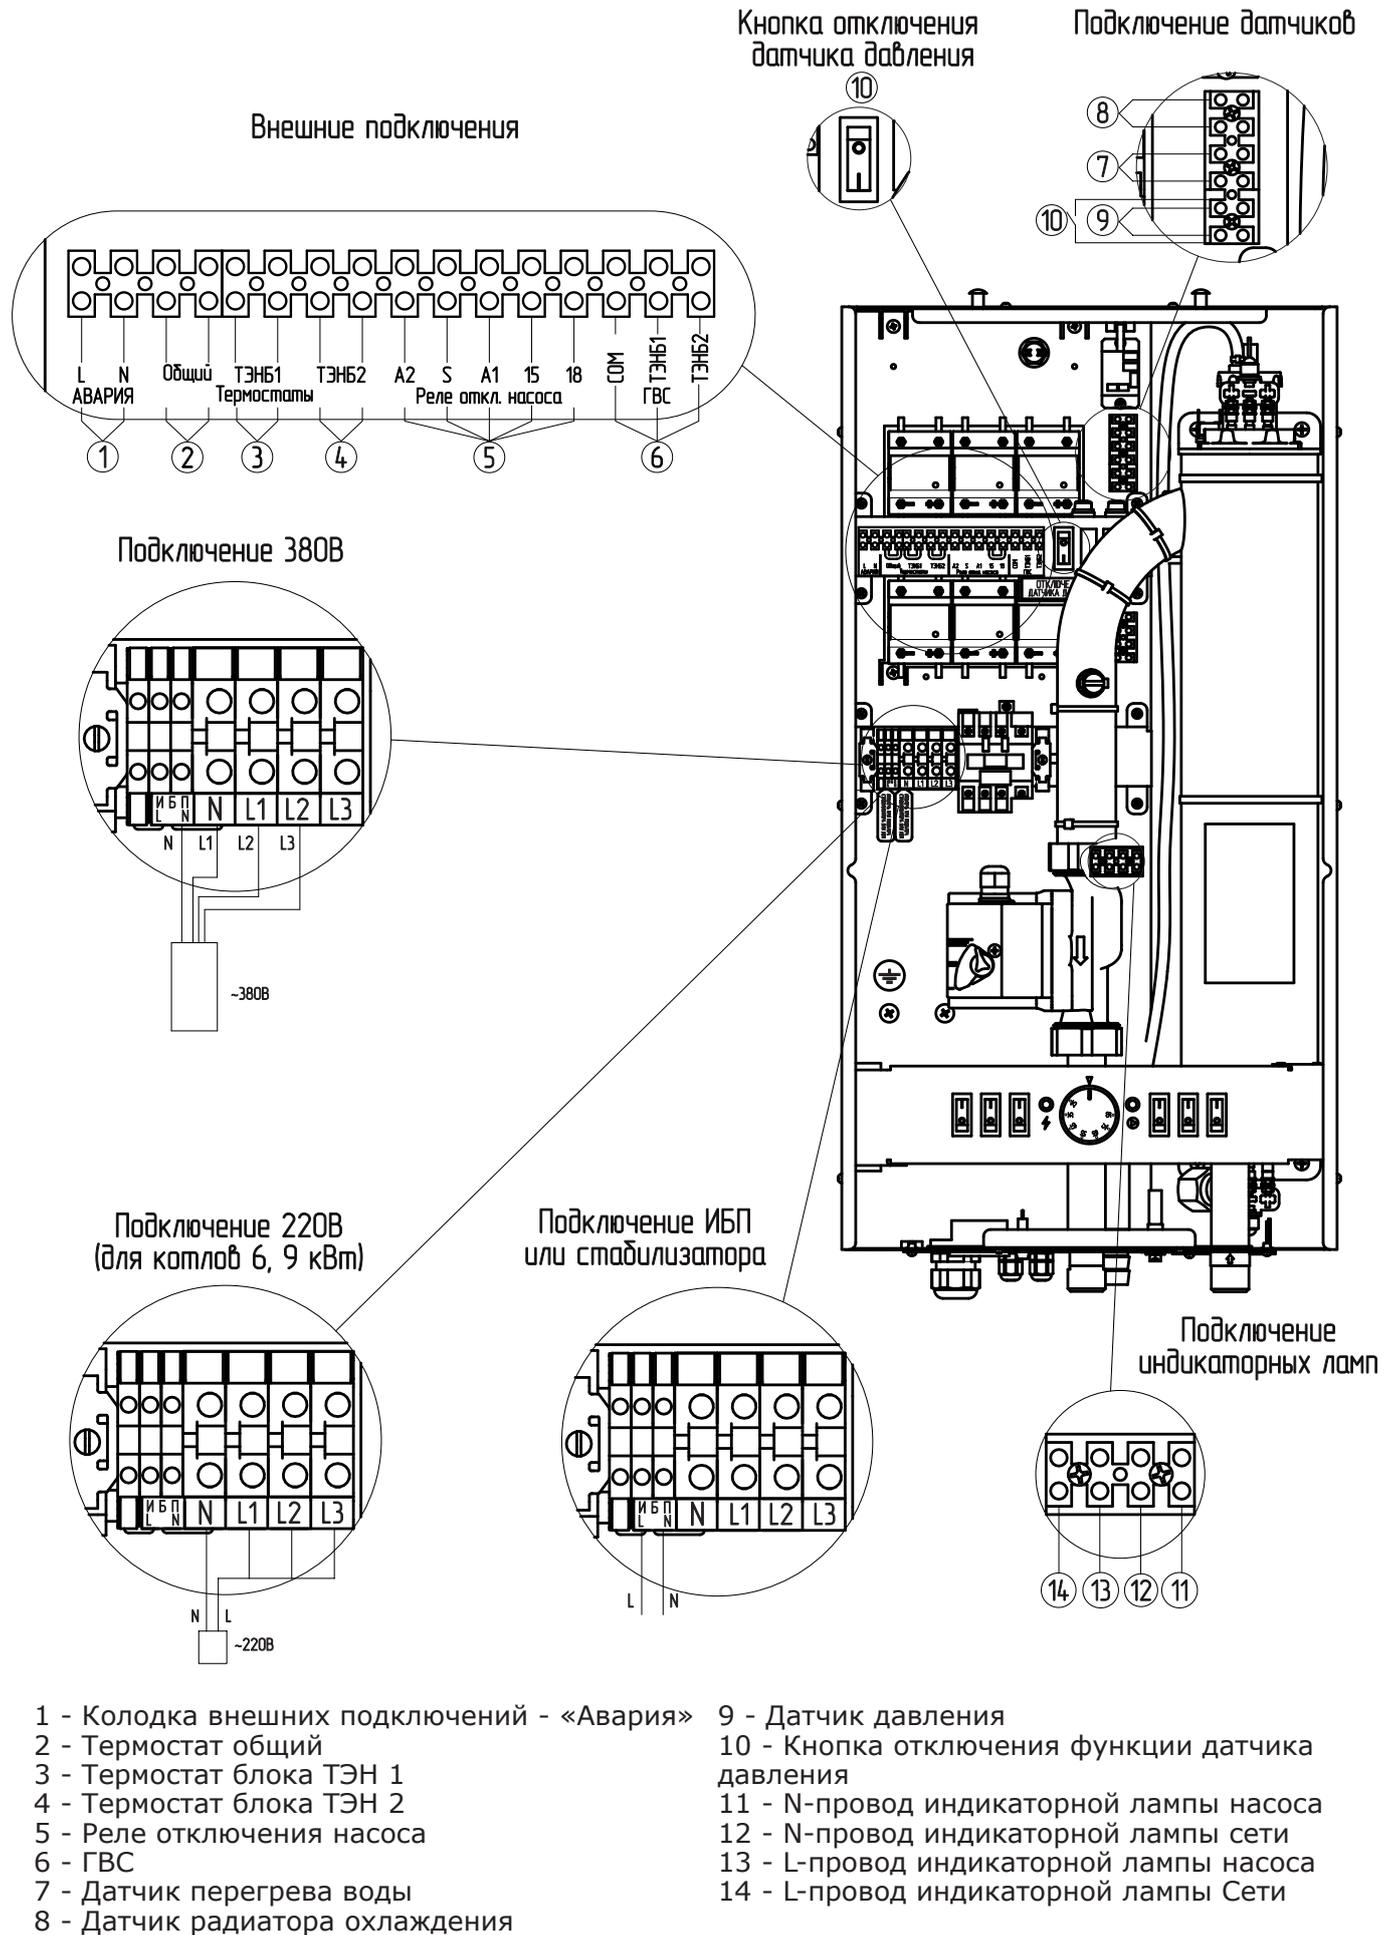

Рис.5 Схема подключения котла к однофазной/трехфазной сети
6.3.3.3. Подключение котла к трехфазной сети переменного тока 380 В, 50 Гц. Для подключения присоедините рабочий нулевой провод на клемму нейтраль (N) котла, а фазные провода на клеммы L1, L2, L3 (Рис.5 «Подключение 380 В»). Защитный нулевой провод (PE) подключить на болт «ЗАЗЕМЛЕНИЕ» (поз.23, Рис.1В).
6.3.3.4. Подключение котла к однофазной сети переменного тока 220 В, 50 Гц. Для подключения присоедините рабочий нулевой провод на клемму нейтраль (N) котла, а фазный на одну из клемм L1, L2 или L3 (Рис.5 «Подключение 220 В»). Защитный нулевой провод (PE) должен подключаться к клемме «ЗАЗЕМЛЕНИЕ» (поз.23, Рис.1В). Для соединения клемм L1, L2, L3 в комплекте имеется специальная перемычка (только для Uni-Termo ALTAY от 6 до 9 кВт).
6.3.3.5. Подключение стабилизатора или источника бесперебойного питания (ИБП). Для подключения необходимо извлечь две перемычки, расположенных на специальных клеммах для подключения стабилизатора и ИБП (Рис.5 «Подключение ИБП или стабилизатора»). Проводники N и L, идущие от стабилизатора или ИБП подключить к соответствующим клеммам N и L на котле.
6.4.1. В котле установлен возвратный датчик перегрева на 95°C (поз.7, Рис.5). При его срабатывании котел отключает нагрев (отключается контактор (поз.12, Рис.1B), но циркуляционный насос продолжает работать, отводя горячий теплоноситель в систему отопления. Датчик подключается к колодке подключения датчиков (поз.8, Рис.5) и может быть заменен в случае выхода из строя.
Реле давления можно отключить с помощью кнопки отключения датчика давления (поз.10, Рис.5), это может понадобиться в случае, если у пользователя открытая система отопления.
Датчик подключается к колодке подключения датчиков (поз.7 и 9, Рис.5) и может быть заменен в случае выхода из строя совместно с кнопкой отключения датчика давления.
«Сухой контакт» «Общий» (поз.2, Рис.5) при размыкании контактов отключает нагрев всего котла.
«Сухой контакт» «ТЭН 1» (поз.3, Рис.5) при размыкании контактов отключает первые три ступени мощности котла (1А; 2В; 3С), отвечающих за запуск блока ТЭН 1 (поз.ТЭНБ 1, Рис.9 «описание органов управления котла»).
«Сухой контакт» «ТЭН 2» (поз.4, Рис.5) при размыкании контактов отключает с четвертой по шестую ступени мощности котла (4А; 5В; 6С), отвечающих за запуск блока ТЭН 2 (поз.ТЭНБ 2, Рис.9 «описание органов управления котла»).
- Термостат подключен или к «ТЭНБ 1» (поз.3, Рис.5) или к «ТЭНБ 2» (поз.4, Рис.5). В данном случае с помощью термостата мы подключаем только 50% мощности, что дает нам возможность при установке котла резервировать мощность на будущее или просто использовать половину ресурса котла, и каждый год переподключать термостат, обеспечивая равномерный износ котла;
- Подключено 2 термостата или управляющих реле к «ТЭНБ 1» (поз.3, Рис.5) и к «ТЭНБ 2» (поз.4, Рис.5).
6.5.3. Подключение реле задержки отключения насоса (поз.5, Рис.5).
Для подключения реле установите его в котел на DIN-рейку справа от контактора (поз.12, Рис.1А) и соедините контакты реле А2, S, А1, 15 и 18 с соответствующими контактами в котле (поз.5, Рис.5).
Отключение насоса происходит после срабатывания комнатного термостата, контакта подключения «Общий» (поз.2, Рис.5), отключения нагрева котла с помощью поворота ручки термостата котла (поз.17, Рис.1А) или при достижении уставки теплоносителя котла, установленной на ручке термостата.